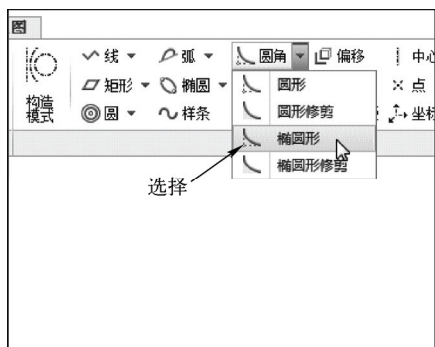

图 2-68 选择“椭圆形”选项
STEP 02 在功能区选项板的“草绘”选项卡中，单击“草绘”面板中“圆角”右侧的下拉按钮，在弹出的列表框中选择“椭圆形”选项，如图 2-68 所示。